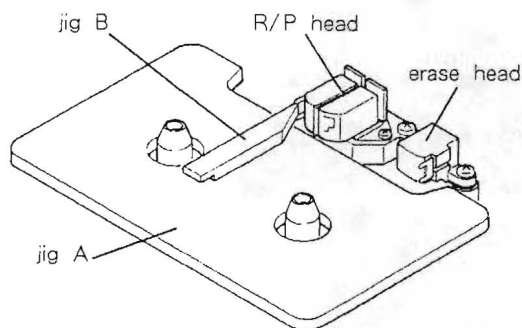

Fig. 2-2
- 1). Set jig A as shown in Fig. 2-2, then set the deck to PLAY mode.
- 1). 図2-2のように治具Aをセットし、PLAYモードにする。